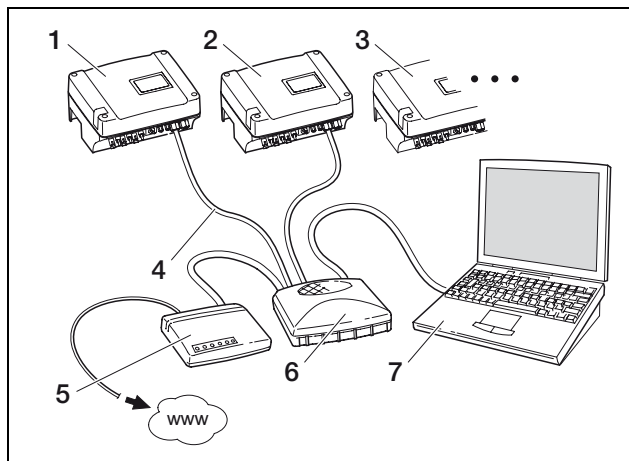

Abbildung 47: Netzwerkeinstellungen mit automatischer Netzwerkkonfiguration bei externem DSL-Router (● Auto-IP / DHCP, ☑ externer Router)
- Die Option „Auto-IP / DHCP“ ist für die meisten Anwendungsfälle geeignet (Abbildung 47).